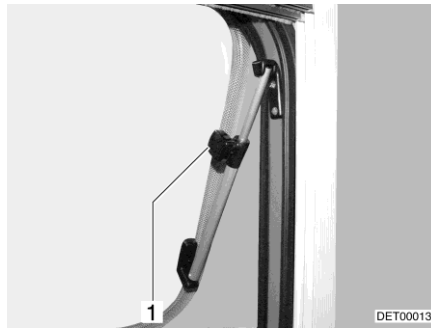

Fig. 123 Lanterneau avec bras pivotants, ouvert
- Ouvrir le lanterneau jusqu'à la position voulue et le bloquer avec la molette (Fig. 123,1).
- Tourner la molette (Fig. 123,1) jusqu'à ce que le dispositif de blocage soit libéré.